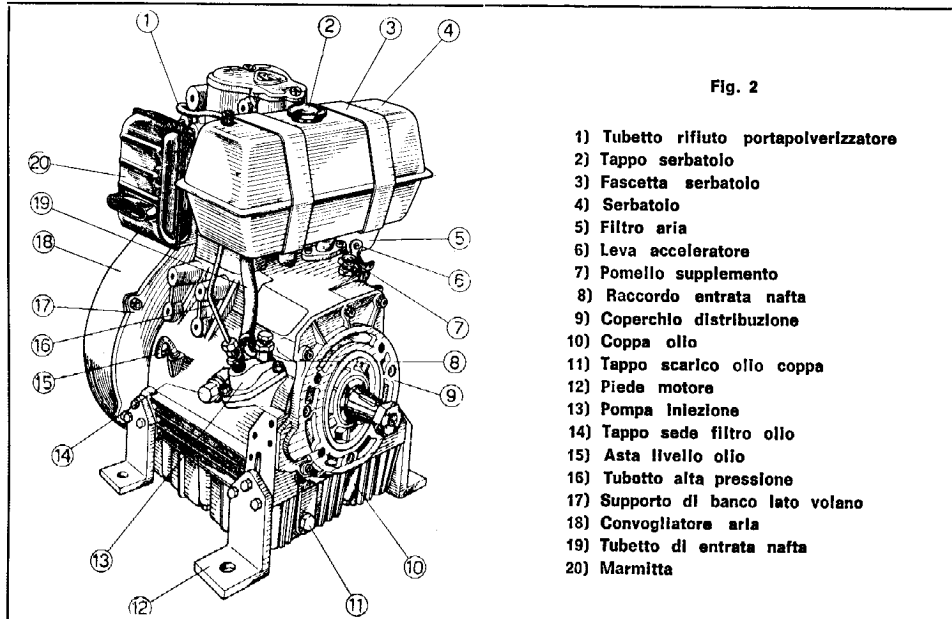
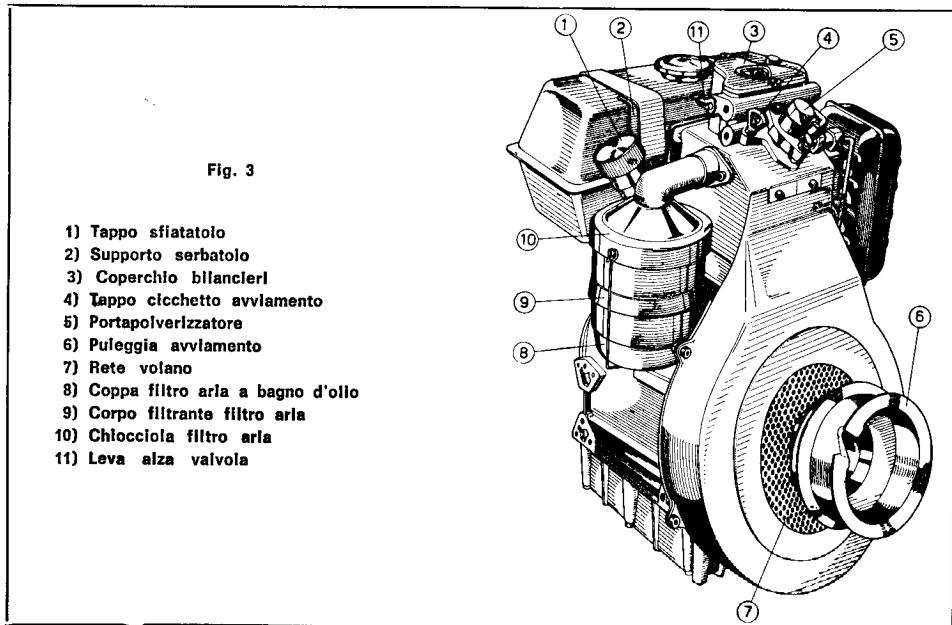

Fig. 2
Fig. 3
E' bene anche verificare, di tanto in tanto, che siano ben stretti i raccordi del tubo che collega il serbatoio alla pompa di iniezione (Fig. 2 n. 19).
- 1) Si svita parzialmente la vite di spurgo aria sulla pompa di iniezione (Fig. 2 n. 8) e si attende fino a quando la nafta sgorga priva di bollicine d'aria. Poi si riavvita. Questa operazione deve essere fatta essendo il volano ruotato in modo che l'indice di punto morto superiore (contrassegnato da PMS sia rivolto verso il basso prima che inizi la corsa di compressione. In questo modo si è sicuri che il pistoncino della pompa di iniezione è al suo punto morto inferiore e consente il deflusso della nafta e dell'aria da espellere. Nel caso che il motore sia provvisto di pompa di alimentazione, si costringerà la nafta a sgorgare dalla vite di spurgo dando alcune pompate con l'apposita levetta della pompa di alimentazione.
Ricordarsi di fare questa operazione avendo dato metà acceleratore e sollevato il supplemento di avviamento (Fig. 2 n. 7). Per motori provvisti di avviamento elettrico la ricarica del sistema di iniezione si effettua facendo ruotare il motore col motorino elettrico; abbassando la levetta di decompressione (Fig. 3 n. 11) si agevola la rotazione del motore.
La verifica si effettua controllando che il livello sia compreso fra le tacche del minimo e del massimo riportate sull'asta livello olio (Fig. 2 n. 15).
Il rimbocco di olio si effettua dal canotto (Fig. 3 n. 1).
Per facilitare l'avviamento durante la stagione fredda si consiglia di usare il « cicchetto » di olio. Tolto il tappo in gomma (Fig. 2 n. 3) posto vicino al portainiettore si versa nel pozzetto una piccola quantità di olio [all'incirca quanto un cucchiaino da tavola]; si effettua l'avviamento, e si rimette al proprio posto il tappo ad avvlamento avvenuto.
- 1) Smontare il coperchio dei bilancieri (Fig. 3 n. 3).